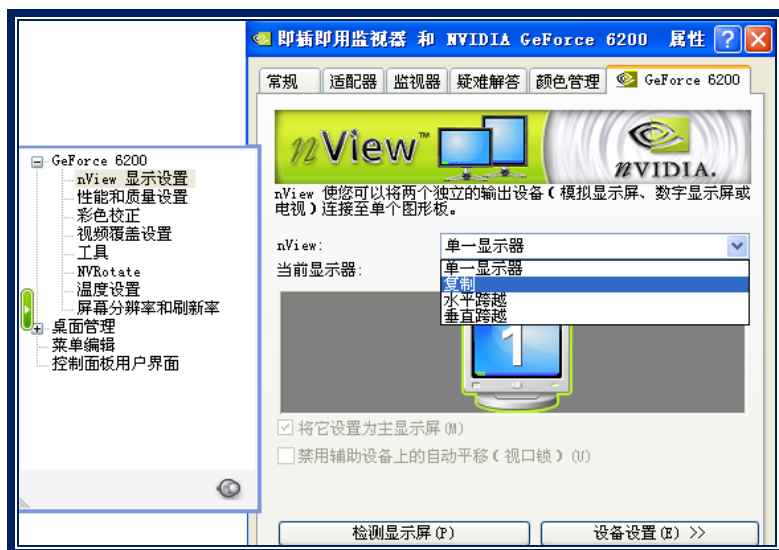

图 4-6
- (4) 在弹出的界面中有两个选项,其中点击“nView”选项的下拉菜单,选中复制。然后保存设置,返回主界面,如图 4-6